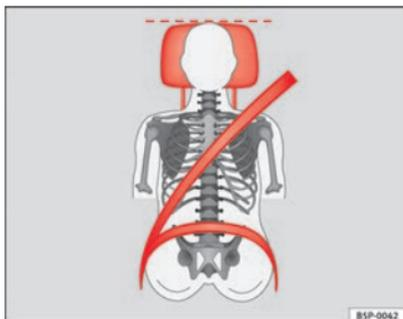
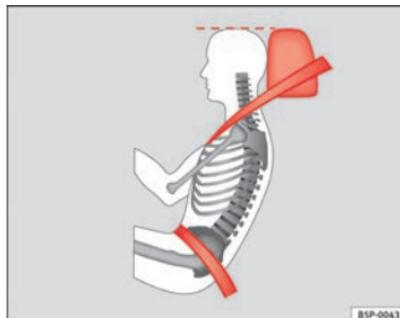

Fig. 71 Vista de frente: encosto de cabeça e cinto de segurança ajustados correctamente
Fig. 72 Vista de lado: encosto de cabeça e cinto de segurança ajustados correctamente
- Ajustar o encosto de cabeça de modo a que o rebordo superior do mesmo fique alinhado com a parte superior da cabeça, no mínimo à altura dos olhos ⇒ Fig. 71 e ⇒ Fig. 72.